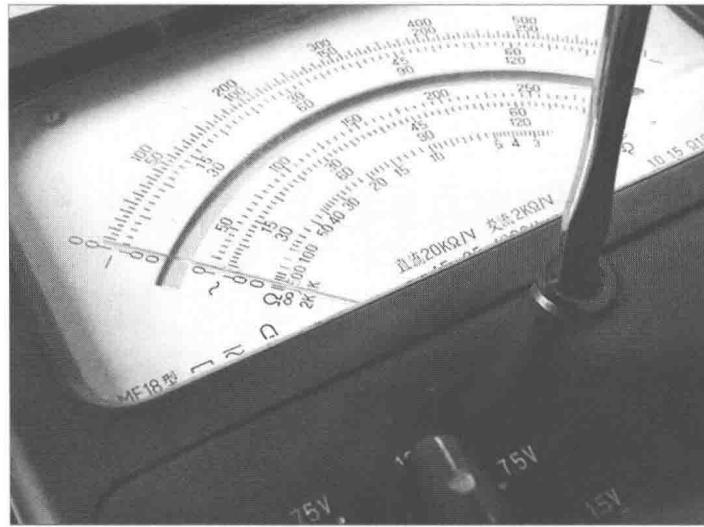

图 1-2 表头校正
a. 表头校正器 模拟万用表在待机时，表的指针应指在 0 的位置。如果不在 0 位置会引起读数误差，这种情况需要进行校正，可用螺丝刀（螺钉旋具）微调万用表校正器使指针处于 0 位，此调整又称零位调整，如图 1-2 所示。